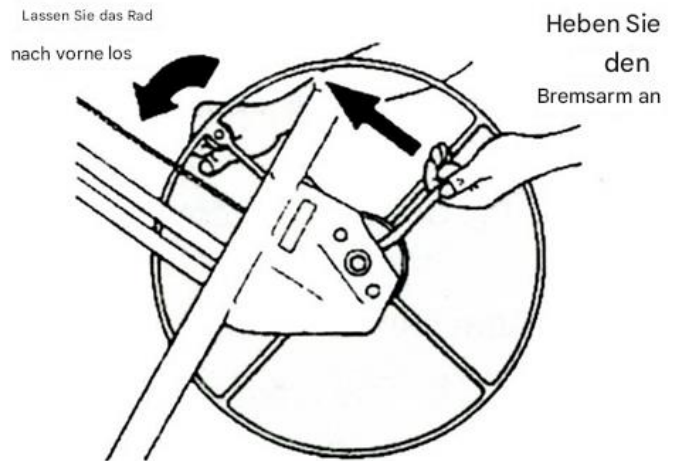

Abbildung 2
a. Halten Sie die Winde und den Bremsarm wie in Abbildung 2 gezeigt. Drehen Sie die Winde vorsichtig nach vorne, während Sie den Bremshebel anheben, um ihn zu lösen.